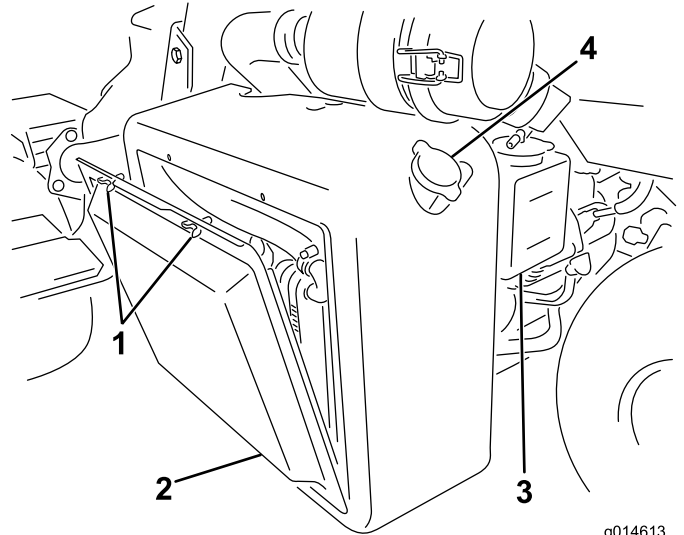

Bild 56
- Entfernen Sie das Gitter (Bild 56).